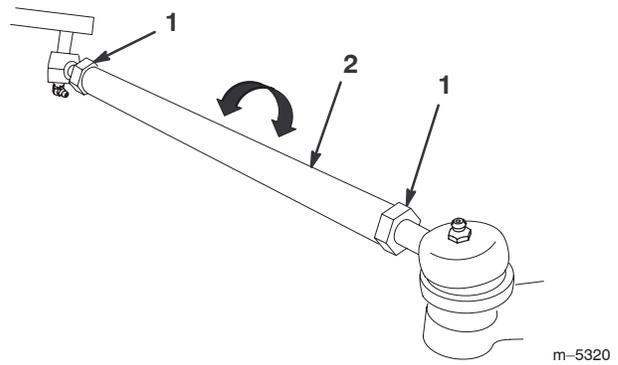

Bild 39
3. Lockern Sie die Klemmmuttern an beiden Seiten der Zugstangen (Bild 39), wenn das Maß nicht im angegebenen Bereich liegt (siehe die Abmessungen und Parameter am Anfang dieses Vorgangs).